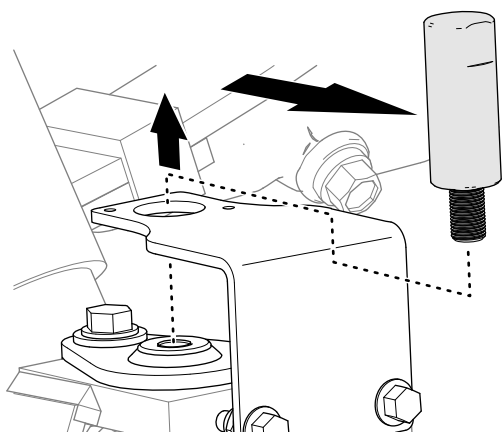

Figura 8
6. Retire la herramienta de alineación (Figura 8).